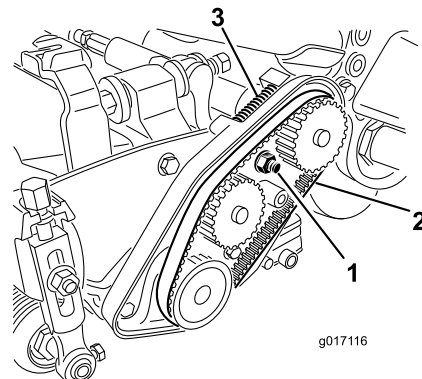

Bild 45
- A. Lösen Sie die Befestigungsmutter des Lagergehäuses (Bild 45).
- C. Entfernen Sie Rückstände aus der Riemenkammer und vom Bereich um die Druckfeder (Bild 45).